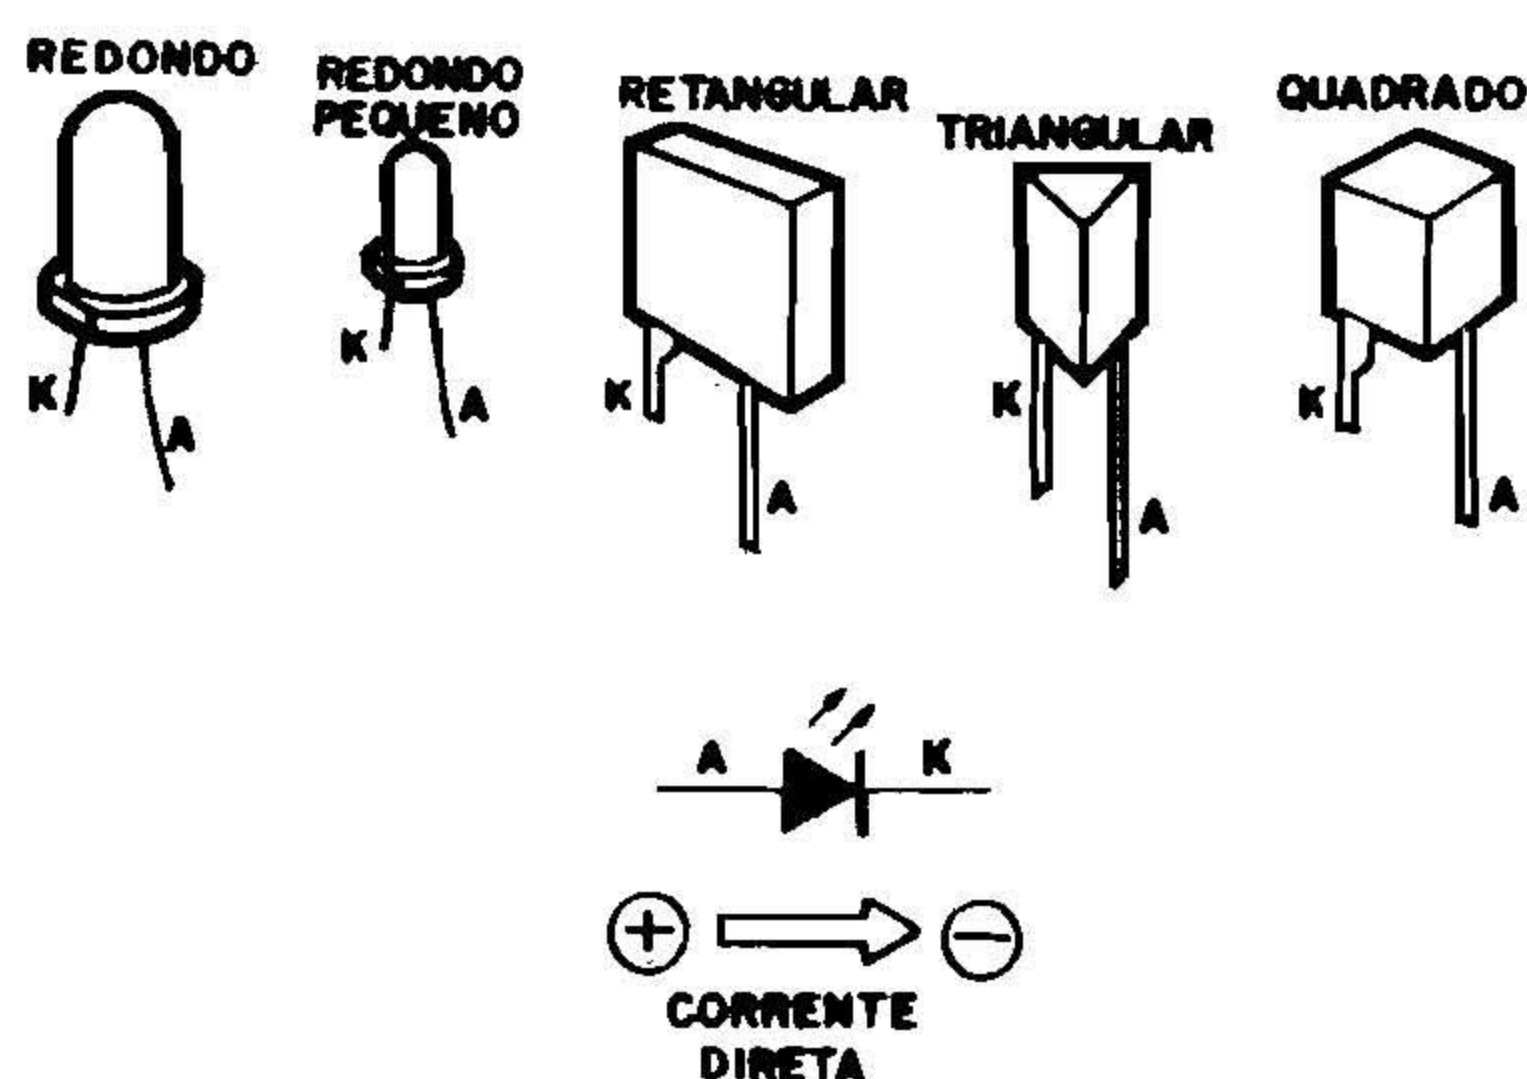

Fig. 5
- FIG. 5 - Não importa o que “está lá dentro” do LED, seu encapsulamento (plástico, acrílico...) pode ser apresentado nos formatos redondo (5mm e 3mm de diâmetro), retangular, triangular, quadrado, etc. (também existem LEDs especiais - no formato - em “seta”, em “estrela”, em “traço”, em “ponto”, etc. Eleticamente, são todos equivalentes (salvo quanto à cor básica, que determina pequenas diferenças na Queda de Tensão do componente, conforme veremos na Lição específica...). Ainda na fig. 5 está indicado, novamente, o **sentido** no